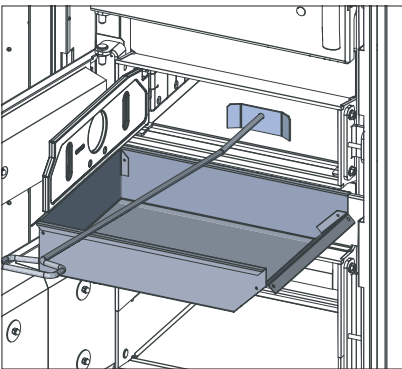
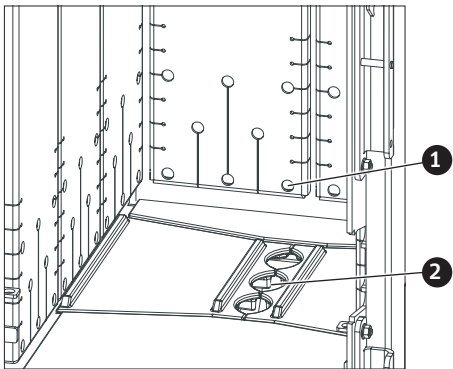

Fig. 19 Aschelade einhängen, Asche entfernen
Fig. 20 Füllraum, Löcher in Einhängebleche, Durchbrandöffnung
- ▶ **Aschelade** auf Höhe der Anzündtür (mittlere Tür) in die Verkleidung **einhängen** – Fig. 19.
- ▶ Anzündtür und Stehrost öffnen und die **Restasche** im Füllraum **gleichmäßig verteilen** – Fig. 19. **Die Löcher** in den seitlichen Einhängeblechen **und die Durchbrandöffnung** (Fig. 20) kontrollieren, ob diese **frei sind**.